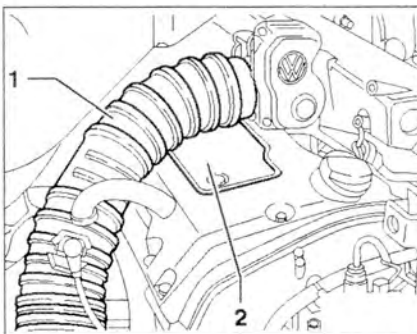

Рис. 1.18. Отсоедините впускную трубу 1 от коллектора. Снимите крышку 2.
2. Отсоедините впускную трубу 1 от коллектора (рис. 1.18). Снимите крышку 2.
7. Присоедините впускную трубу 1 к коллектору (рис. 1.18).